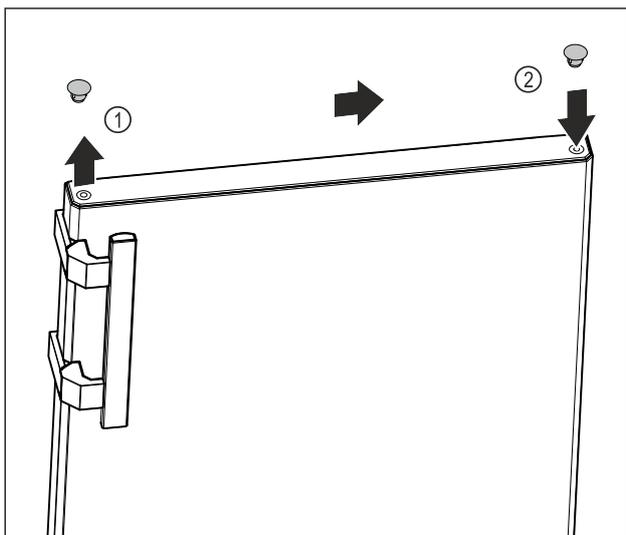

Fig. 13
- Sollevare il coperchio a tappo sulla parte superiore dello sportello Fig. 13 (1) con cautela con un cacciavite a taglio.
- Inserire il coperchio a tappo sul lato opposto. Fig. 13 (2)